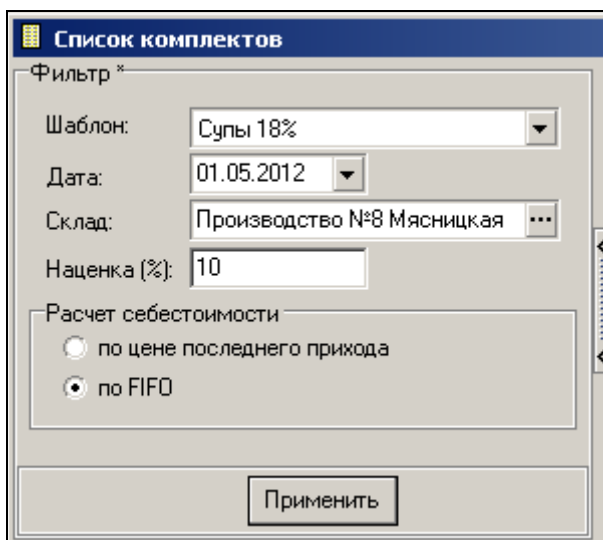

Рис. 394
3. Запустите приложение Sh4Utils.exe и выберите пункт Утилиты – Печать списка комплектов. В открывшемся окне заполните фильтр отчета (см. Рис. 394).